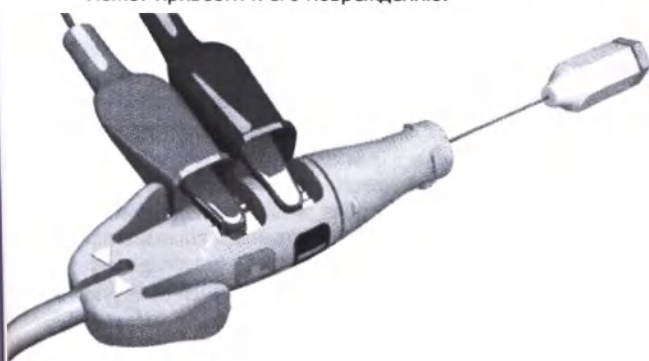

Рисунок 9. Зажимы анализатора системы стимуляции подсоединены к насадке на коннектор электрода
- Подсоедините зажимы типа «крокодил» кабеля анализатора системы стимуляции (ACC) к пружинному контакту катода (–) насадки на коннектор электрода и пружинному контакту анода (+). Использование насадки на коннектор электрода защитит концевой штырь от повреждения зажимом типа «крокодил» и воспрепятствует замыканию контактов. Полностью присоедините зажимы типа «крокодил» на пружинных контактах катода и анода, чтобы избежать неточных исходных измерений (Рисунок 9 Зажимы анализатора системы стимуляции подсоединены к насадке).